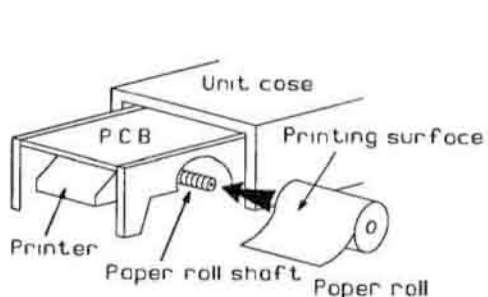

FIGURE 1
2. Наружная и внутренняя поверхности бумаги отличаются друг от друга. Печать производится на наружной поверхности. Установите рулон на ось (Рис. 1.).